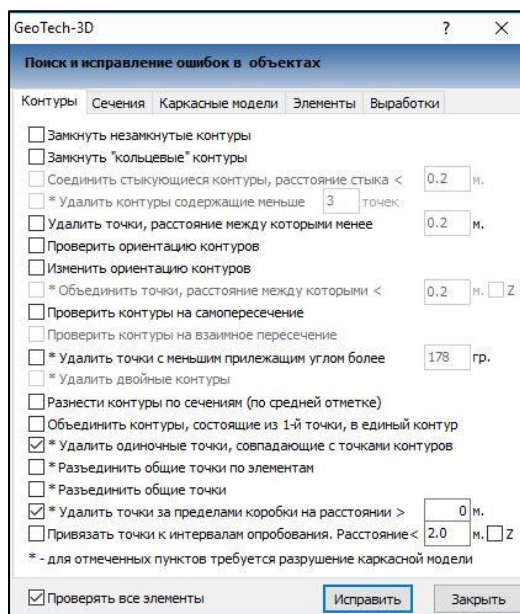

Рис. 5.1
2.1. Выполните команду **Выбрать объект** , вызовите инструмент **Исправить ошибки** , сделайте настройки согласно рис. 5.1 и нажмите **Исправить**.